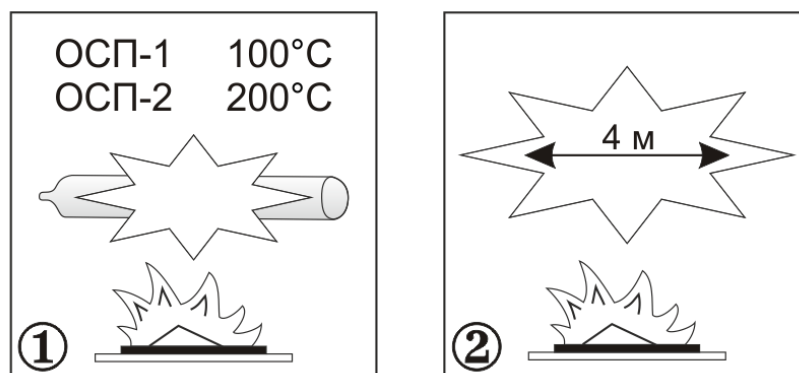

Рисунок 1 - Температура срабатывания ОСП и зона возможного разлета осколков при срабатывании
4.1 ОСП«мини» (далее по тексту – ОСП) представляет собой герметичную стеклянную колбу, заполненную огнетушащим порошком и газообразователем. При возникновении возгорания и нагреве до 100°C (ОСП-1) или 200°C (ОСП-2) газообразователь разлагается с большим газовыделением, давление в колбе интенсивно увеличивается, что приводит к её разрушению и импульсному выбросу огнетушащего порошка (см. рис.1).
5.3. Зона возможного разлета осколков при срабатывании до 4 м (см. рис.1).